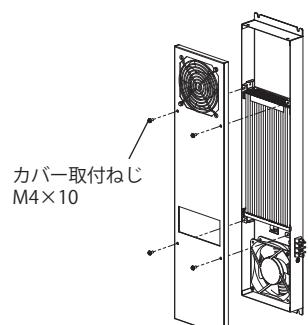

図4
- カバー取付ねじ M4×10(PHE-15C(-2)B:4カ所、PHE-20C(-2)B・30C(-2)A・40C(-2)A・60C(-2)A:5カ所)をゆるめて、カバーを取り外してください。(図4)